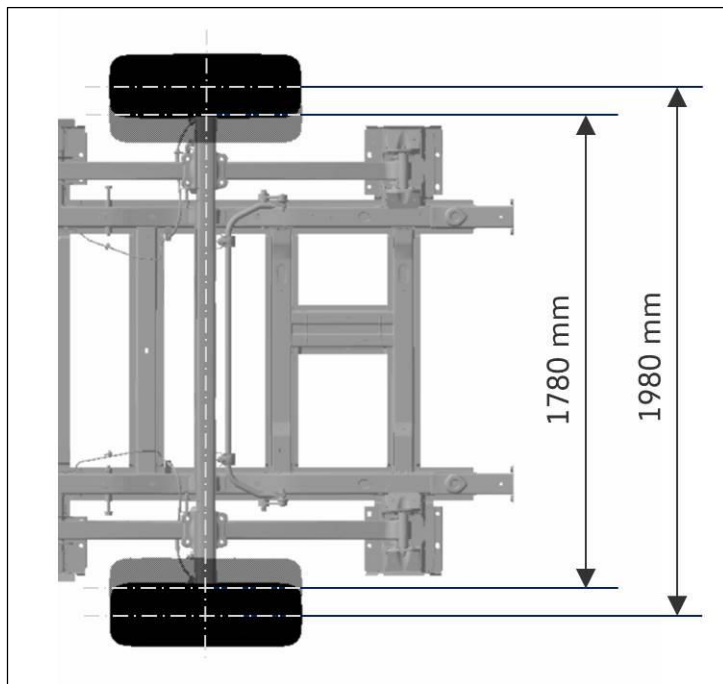

Abb. 3: Ausführung der Hinterachse in Normal- und Breitspur
- Ausführung Hinterachse: Normalspurachse (1780 mm) oder Breitspurachse (1980 mm) (siehe Abb. 3)